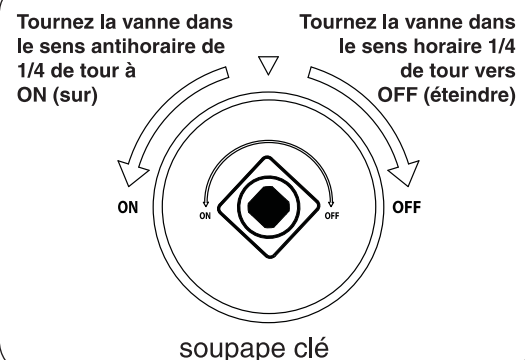

Fig. 28-2
- 4. **Tout en maintenant le bouton d'allumage dans, vérifiez que l'étincelle de l'électrode est mise à la terre sur le tube de flash, puis tourner progressivement la vanne clé contre-sens horaire un virage sur la position ON (allumer) 1/4 (voir Fig. 28-2). Votre graveur doit allumer.**
Pour éteindre votre brûleur à gaz, tournez la vanne clé en sens horaire d'un tour à la position **OFF (ÉTEINDRE)** 1/4 (voir Fig. 28-2). Assurez-vous que le bouton de commande est tourné à fond au large pour éviter toute fuite de gaz.